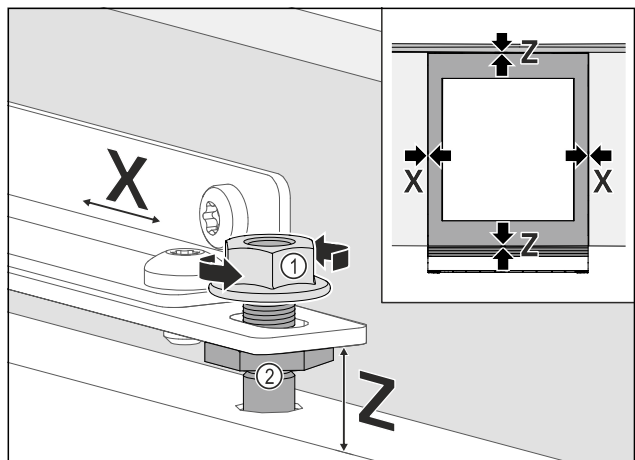

Fig. 76
- ▶ Möbeltür seitlich ausrichten: Kontermutter Fig. 76 (1) lösen, Möbeltür in X Richtung verschieben.
- ▶ Kontermuttern Fig. 76 (1) anziehen.
- ▶ Möbeltür in der Höhe **Z** und in der seitlichen Neigung ausrichten: Justagebolzen Fig. 76 (2) einstellen.